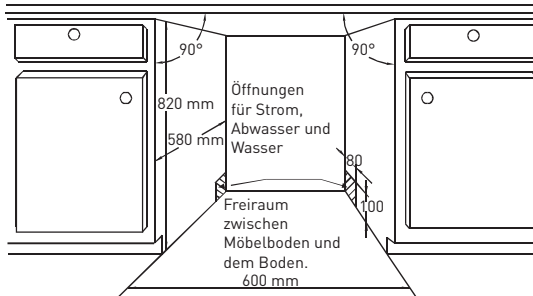

Abbildung 1: Zwischen der Oberseite des Geschirrspülers und dem Schrank sind weniger als 5mm frei und die Außentür ist nach dem Schrank ausgerichtet.
1. Standort in der Nähe des Spülbeckens wählen, um die Installation der Wasser- und Abwasserleitungen des Geschirrspülers zu erleichtern. (S. Abbildung 1)